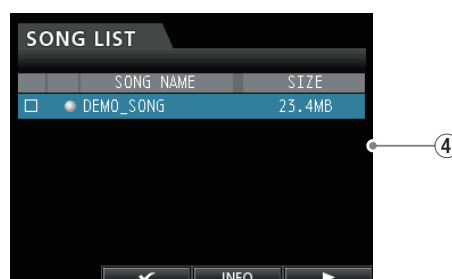

Fig 17
Press the **MENU** button to open the **MENU** screen (Fig. 17-①), and use the **JOG/DATA** dial to select the **"SONG"** icon (Fig. 17-②).
After selection, press the **F4** button (Fig. 17-④), which corresponds to the **[▶]** icon at the bottom right of the screen (Fig. 17-③), to open the **"SONG LIST"** screen.
**MENU** ボタンを押し、画面に[MENU]画面(Fig17-①)を表示させ、カーソルを**JOG/DATA**ダイヤルで操作し、**"SONG"**アイコン(Fig17-②)を選択する。
選択後、画面右下の[▶]マーク(Fig17-③)に対応する**F4**ボタンを押し、[SONG LIST]選択画面(Fig17-④)に移動する。